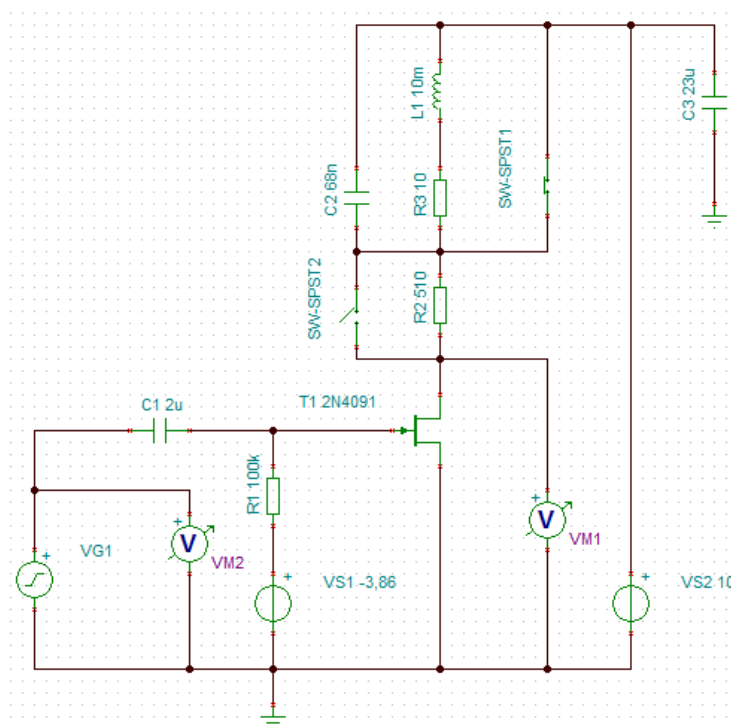

Рисунок 5.11 – Схема усилителя на полевом транзисторе
4. Исследовать резистивный усилитель. Для этого собрать схему (рисунок 5.11) замкнуть ключ $SW1$ и разомкнуть ключ $SW2$. Амплитуду источника гармонического сигнала (V_{G1}) установить 200 мВ, частоту 0,2 кГц, форма сигнала – синусоидальный.